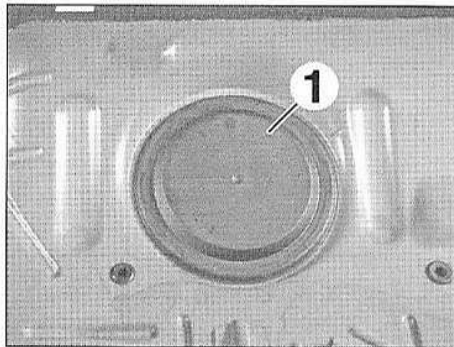

FIG.43
- Déposer la trappe d'accès (1) à la jauge à carburant (Fig.43).